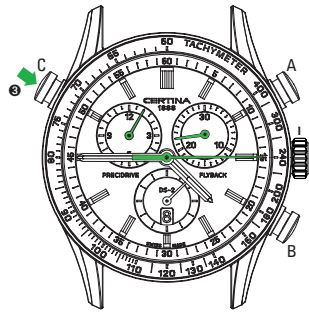

Рис. 6
**C** RESTART (ПОВТОРНЫЙ ПУСК) (навёрстывание) (см. рис. 6)